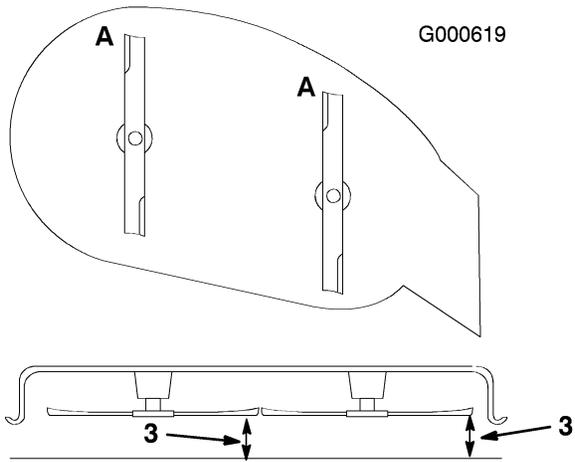

Figure 39
1. Tournez les lames dans le sens longitudinal (Figure 39). Mesurez la distance entre la surface plane et le tranchant (position **A**) des lames (Figure 39) et notez cette valeur.